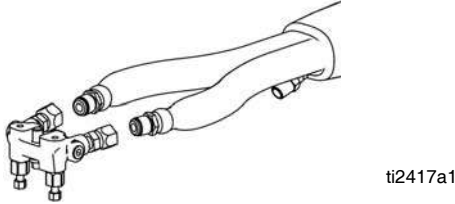

FIG. 13
9. **Para modelos con una válvula MD2 conecte la manguera flexible a la entrada del fluido de la válvula de componente MD2 A (Rojo) y B(Azul). Para los modelos con pistola dispensadora, conecte la manguera flexible al colector de caudal de la pistola. No conecte el colector a la pistola. Vea FIG. 13.**